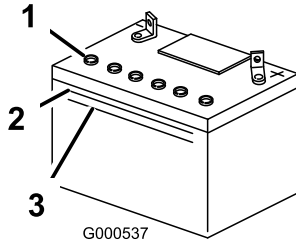

Figure 52
3. Observez le côté de la batterie. Le niveau d'électrolyte doit atteindre le trait **supérieur** (Figure 52). Le niveau d'électrolyte ne doit pas descendre au-dessous du trait inférieur (Figure 52).
5. Enlevez les bouchons d'aération de la batterie (Figure 52).
6. Versez de l'eau distillée avec précaution dans chaque élément jusqu'au repère supérieur (Figure 52) sur le côté de la batterie.
7. Attendez 5 à 10 minutes après avoir rempli les éléments. Au besoin, ajoutez de l'eau distillée pour amener le niveau jusqu'au repère supérieur sur le côté de la batterie (Figure 52).